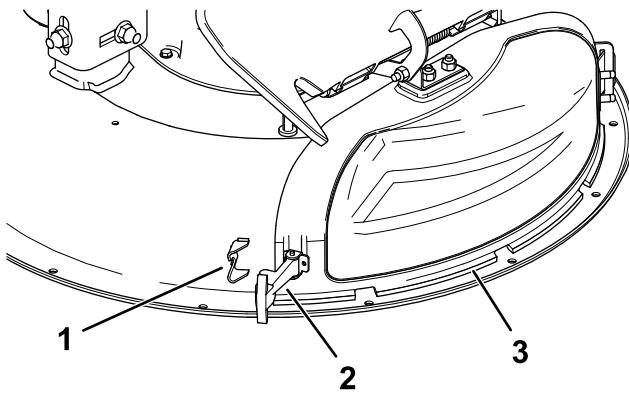

Figura 11
3. Liberate il dispositivo di chiusura flessibile dal relativo fermo sul coperchio dello scarico, e aprite il coperchio dello scarico verso destra (Figura 11).
6. Fissate il coperchio dello scarico al piatto di taglio agganciando il dispositivo di chiusura flessibile, presente sul coperchio dello scarico, all'apposito fermo sul piatto (Figura 11).